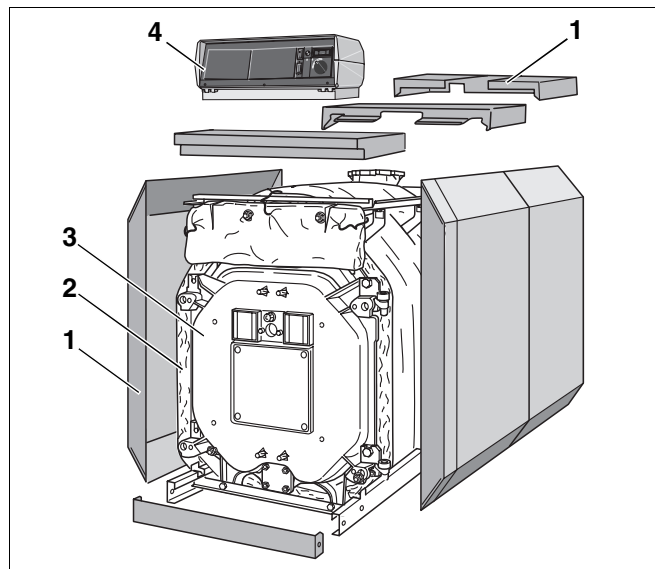
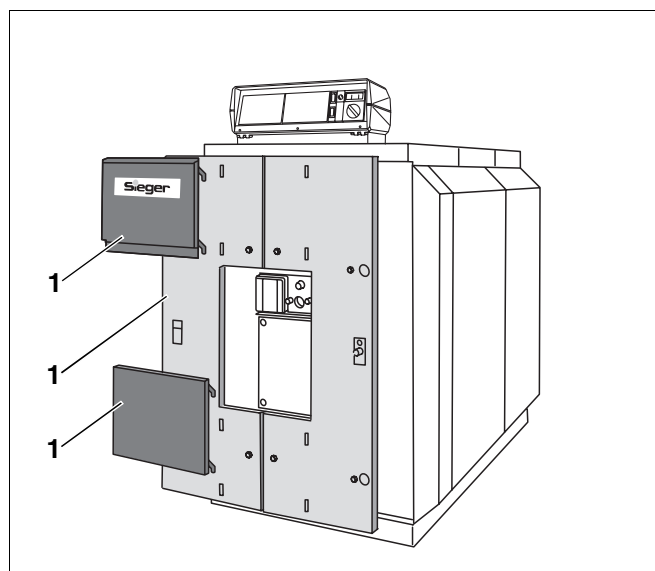

Abb. 1 Öl-/Gas-Spezialheizkessel TG51
Abb. 2 Öl-/Gas-Spezialheizkessel TG51
- Kesselblock (Abb. 1, **Pos. 3**).
- Kesselmantel (Verkleidung, Abb. 1 und Abb. 2, **Pos. 1**), Wärmeschutz (Abb. 1, **Pos. 2**).
- Regelgerät (Abb. 1, **Pos. 4**).